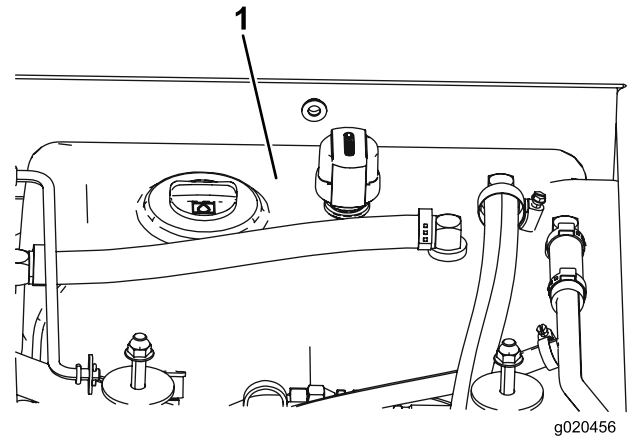

Figure 73
4. Remplissez le réservoir (Figure 73) de liquide hydraulique ; voir Contrôle du niveau de liquide hydraulique (page 55).